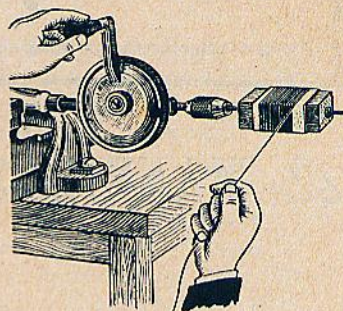

Fig. 2
Fig. 2 — Inicialmente, é provável que o traço e o retorno da curva não irão coincidir, ficando, talvez, como mostram as figuras A e B. Ajusta-se o controle de fase, para que as curvas se sobreponham como em C. Essa curva mostra igualmente uma deficiente resposta de frequências elevadas. A extinção do retorno elimina as deficiências de sobreposição (D).